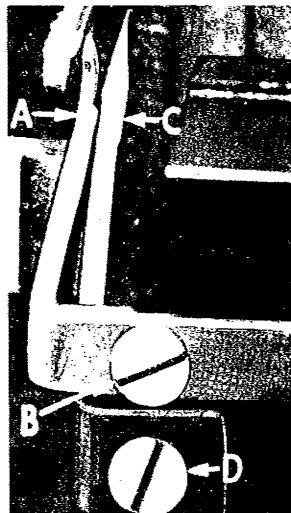

Fig.6
Set the rear needle guard with its edge (L, Fig.6) horizontal. Set it so close to the needle that the point of lower looper just touches the needle without deflecting it. Screw (B) is used to set rear needle guard. Make sure there is no interference between rear needle guard and lower looper.
Assemble front needle guard (C, Fig.6). Set front needle guard as close as possible to needle without touching it, about 0,10 mm (.004 inch) distance.
Stellen Sie den hinteren Nadelanschlag mit seiner Kante (L, Fig.6) waagrecht ein. Stellen Sie ihn so dicht, and die Nadel ein, daß die Spitze des Untergreifers die Nadel gerade noch berührt und nicht mehr ablenkt. Der hintere Nadelanschlag wird mit der Schraube (B) befestigt. Beachten Sie, daß sich hinterer Nadelanschlag und Untergreifer nicht berühren.
Bauen Sie den vorderen Nadelanschlag (C, Fig.6) ein. Stellen Sie den vorderen Nadelanschlag so dicht wie möglich an die Nadel, ohne daß er diese berührt, etwa 0,10 mm Abstand.